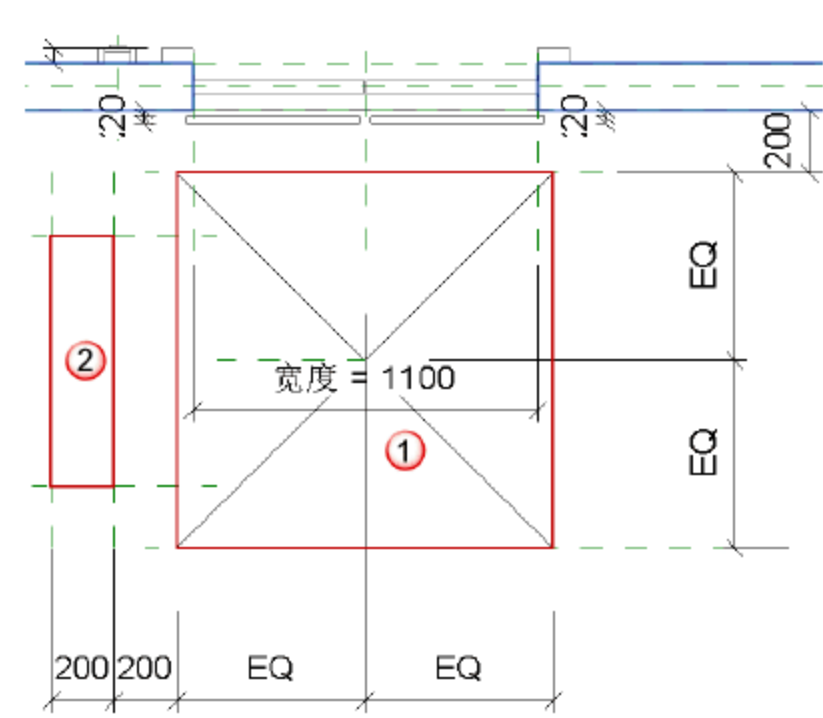

图 8.4.42 绘制电梯轿厢及平衡块平面图
(4) 绘制电梯轿厢及平衡块平面图。选择“注释”→“符号线”命令，分别选择绘制方式和子类型为“直线”和“门投影”。首先绘制出平衡块平面图即图 8.4.42 中的②，再绘制电梯轿厢即①。接着绘制出图中的两条交叉线，完成电梯轿厢及平衡块平面图的绘制。